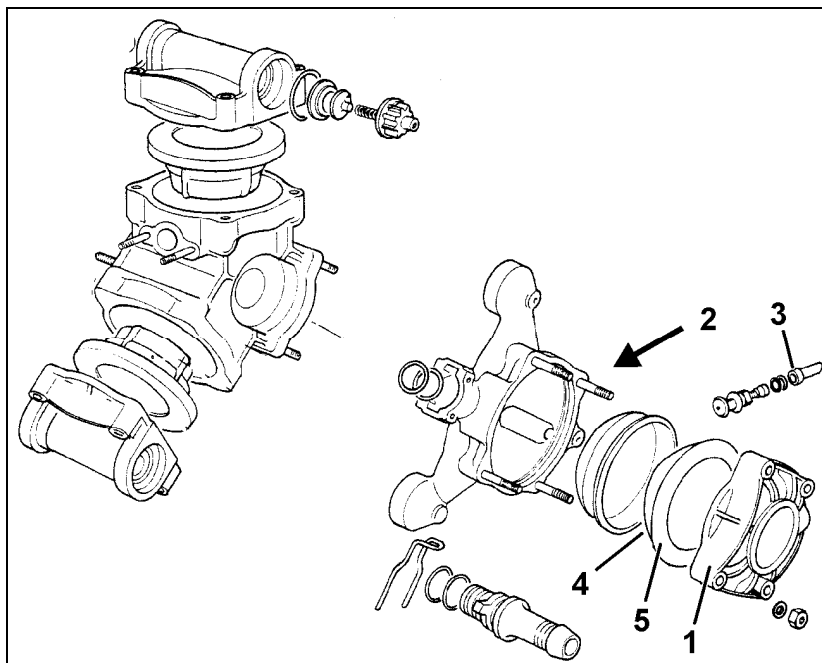

Fig. 30
Før demontering av dekselet til trykkakkumulatoren (Fig. 30/1) må lufttrykket slippes ut av trykkakkumulatoren (Fig. 30/2) via luftventilen (Fig. 30/3).
1. Demonter dekselet til trykkakkumulatoren (Fig. 30/1) etter at de fire mutterne er løsnet.
2. Ta ut membranen (Fig. 30/4).
Ved montering av membranen er det viktig at den ligger nøyaktig i festet og at den åpne flaten (Fig. 30/5) til den buede membranen vender i retning dekselet til trykkakkumulatoren (Fig. 30/1).